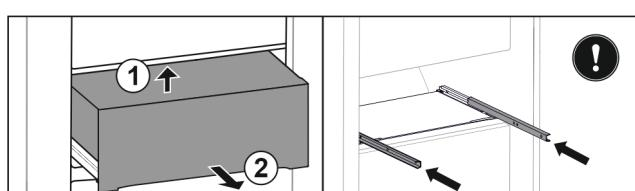

Fig. 52
- Повдигнете чекмеджето отдолу отзад. Fig. 52 (1)
- Извадете чекмеджето напред. Fig. 52 (2)